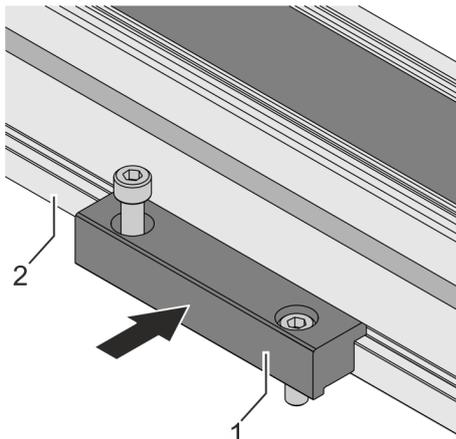

Abb. 18: Klemmleisten einsetzen
1. → Klemmleisten (Abb. 18/1) in die Nut des Führungsprofils einsetzen.
*Je nach Länge der Lineareinheit müssen 2 oder mehr Klemmleisten an jeder Seite des Führungsprofils (Abb. 18/2) eingesetzt werden.*